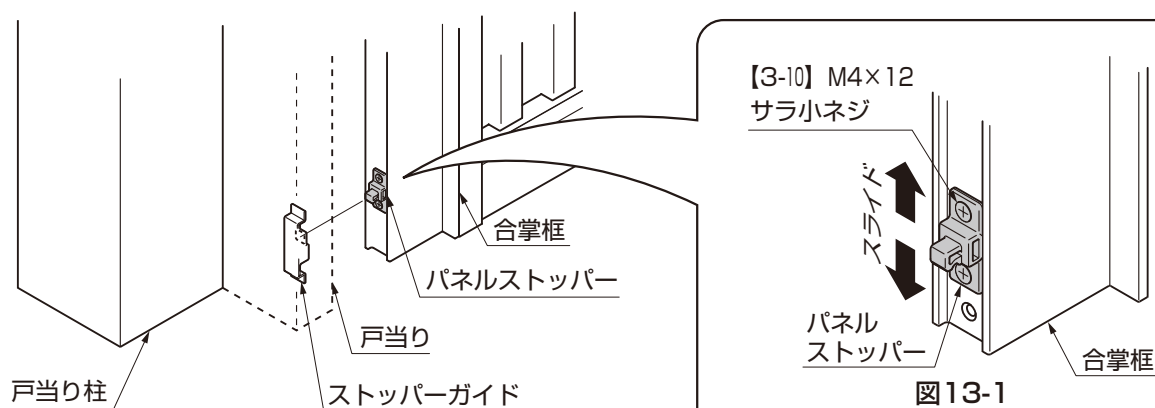
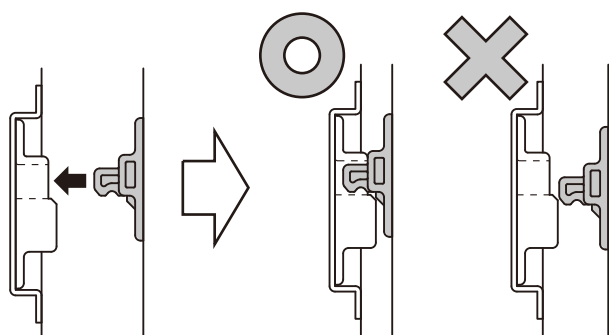

図13-1
図13-2
- ①【3-10】を緩めて、パネルストッパーがストッパーガイドへスムーズに入るよう上下方向にスライドして位置を固定してください。(図13-1、図13-2参照)